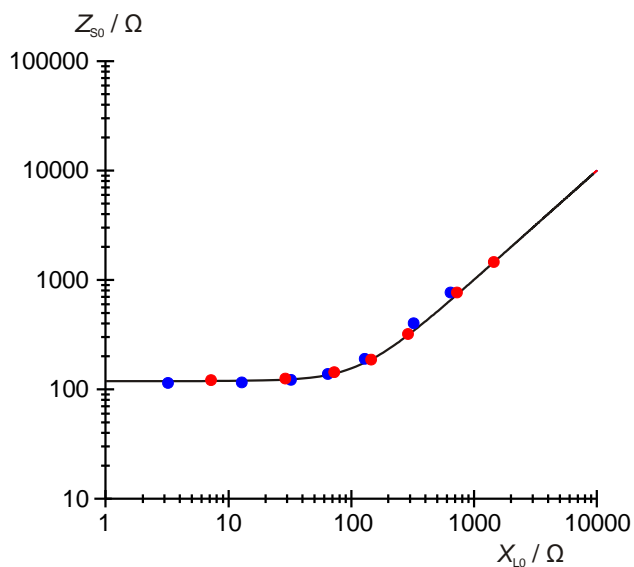

Fig. 4: Resistência total em ligação em série para as espiras $N = 800$ (●) e $N = 1200$ (●).
- Representar graficamente os valores Z_{0S} ou Z_{0P} da resistência total e os deslocamentos de fase φ para a ligação em série e em paralelo em dependência de X_{L0} (Fig. 4 - 7).
e representar como linha nas Fig. 4 - 7.